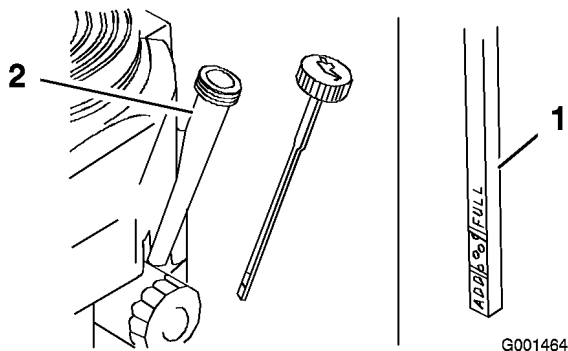

Figura 32
4. Limpie alrededor de la varilla de aceite (Figura 32) para impedir que caiga suciedad por el orificio de llenado y cause daños en el motor.
6. Deslice la varilla a fondo en el tubo de llenado, pero no la enrosque en el tubo (Figura 32).
5. Desenrosque la varilla de aceite y limpie el extremo (Figura 32).
9. Vierta lentamente un 80% aproximadamente de la cantidad especificada de aceite por el tubo de llenado (Figura 32).